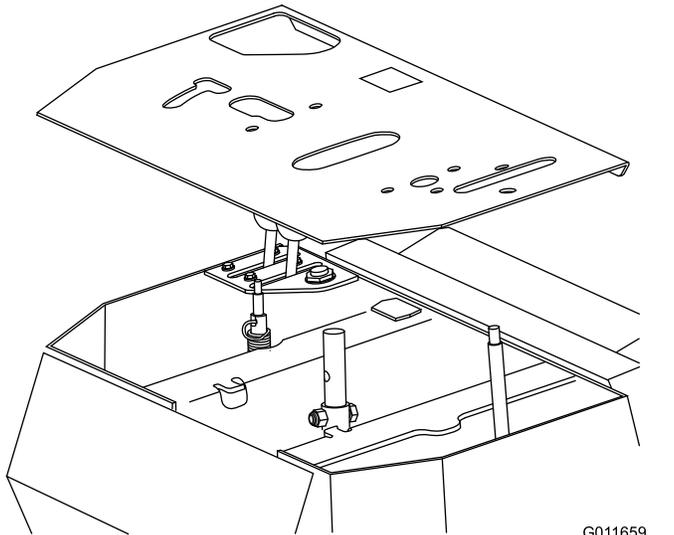

Bild 7
7. Nehmen Sie das Bedienfeld ab, wie in **Bild 7** dargestellt.